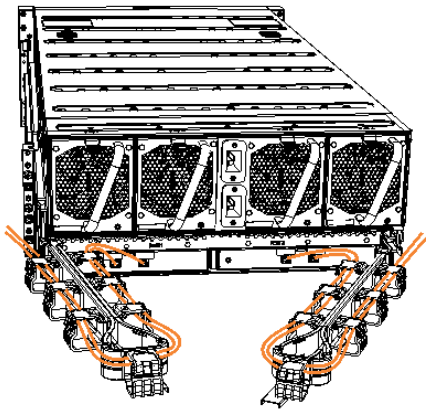

Figure 99. Exemple de câbles SAS acheminés par les bras de routage des câbles
8. Faites passer les câbles SAS par les bras de routage des câbles, comme illustré dans la Figure 99, à la page 85.